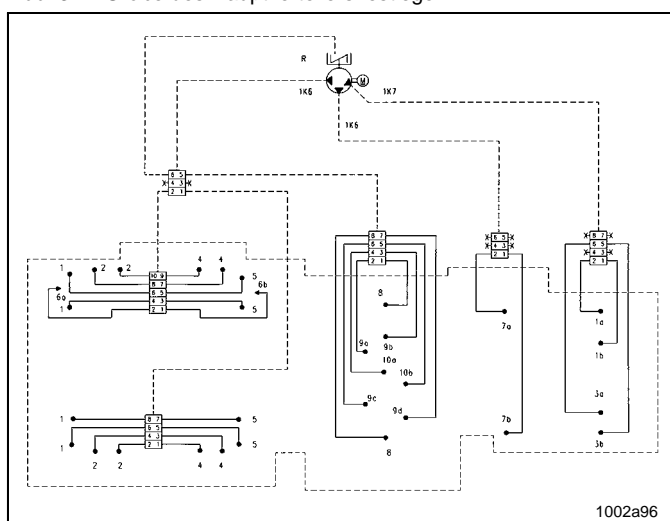

Abb. 38 Aufgeteilte Schmierstoffmenge
- Prüfen, ob ein oder mehrere Unterverteiler größere Schmierstoffmengen benötigen, siehe direkter Anschluss des Verteilers an je einem Pumpenelement, Beispiel Abb. 38.